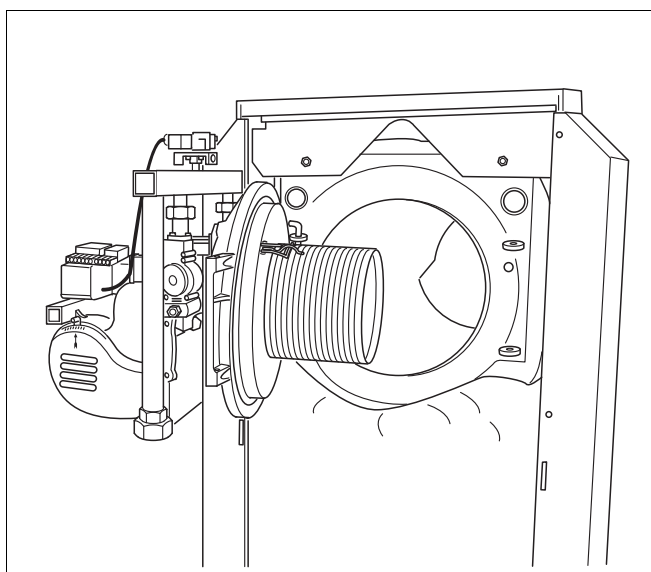

Рис. 26 Открытие дверцы горелки
- Откройте дверцу горелки (рис. 26).